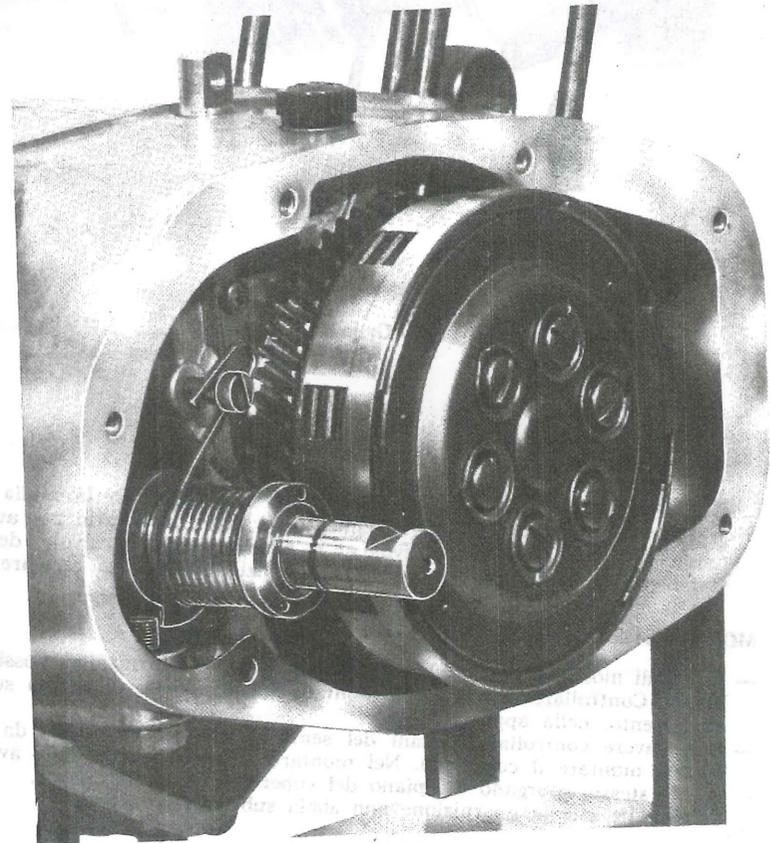
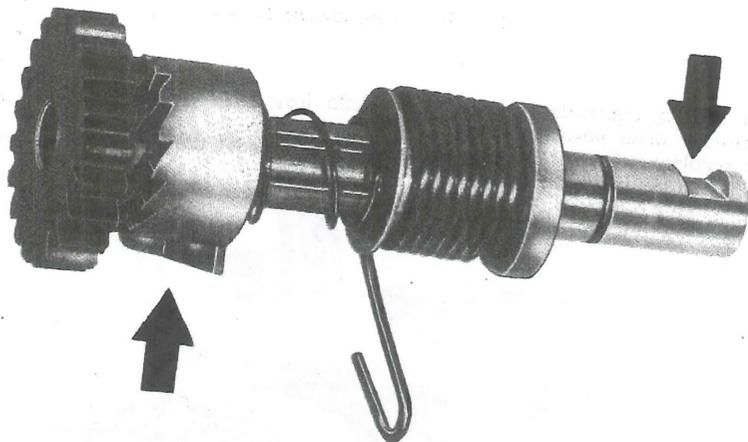

Fig. 39 - Gruppo Frizione-Avviamiento
Fig. 40 - Gruppo avviamento
- Montare i 6 « scodellini porta molle », le molle e fissare con le apposite viti (fig. 39).
- Montare il gruppo avviamento nella propria sede, (fig. 39 e pag. 37). Prima di compiere questa operazione, assicurarsi che lo scorrevole innesto, sia montato sull'albero nel senso giusto: il nasello dovrà risultare girato nella parte opposta al taglio sede chiavella sull'albero (fig. 40).